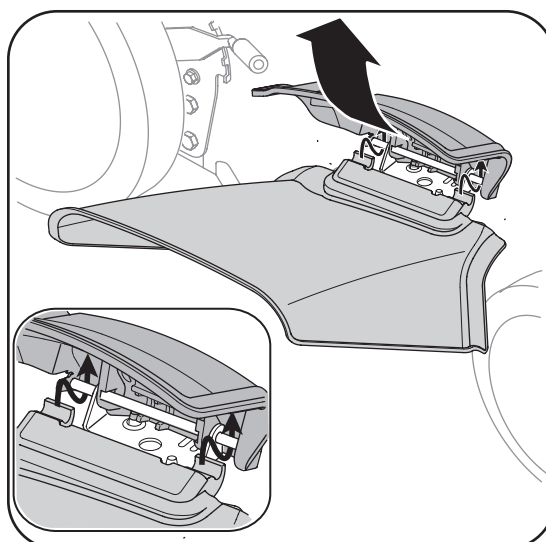

Figura 3-7
Para sacar el colector de césped o convertir a una abonadora (de venir equipada), levante la puerta posterior de descarga de la podadora, como se muestra en la Figura 3-7. Levante el colector hacia arriba y hacia afuera para sacarlo de la varilla de pivote. Suelte la puerta de descarga trasera para permitir que la misma cierre la abertura trasera de la podadora.
- b. Deslice los dos ganchos del canal de descarga lateral debajo del pasador en el montaje de la clavija para abono y baje la clavija para abono lateral. Vea la Figura 3-7.